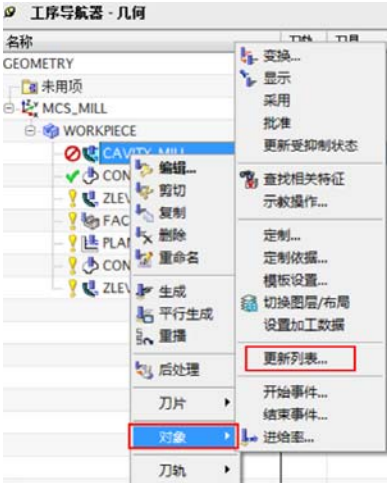
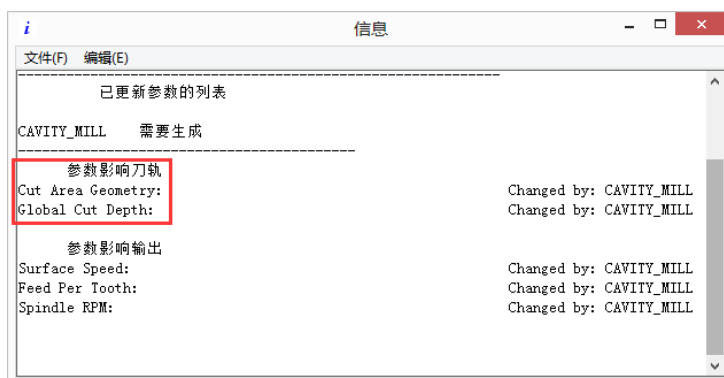

图 1-23 查询更改信息
图 1-24 显示更改的参数信息
- ：须重新生成状态，表示此工序从未生成刀具路径或此工序虽有刀具路径但被编辑后没作相应更新。在此工序中单击右键，选择【对象】|【更新列表】命令，如图 1-23 所示，在弹出的信息列表中，可以查询此工序已更改的参数，如图 1-24 所示。